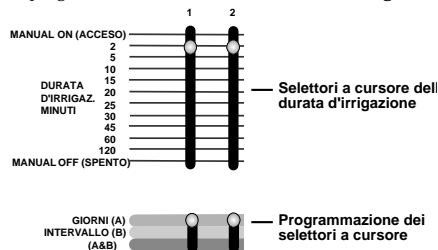

FIGURA 9: Selettori a cursore
- Impostare il selettore a cursore di programmazione per tutte le stazioni da assegnare al programma A o B o ad entrambi (**vedere Figura 9**).